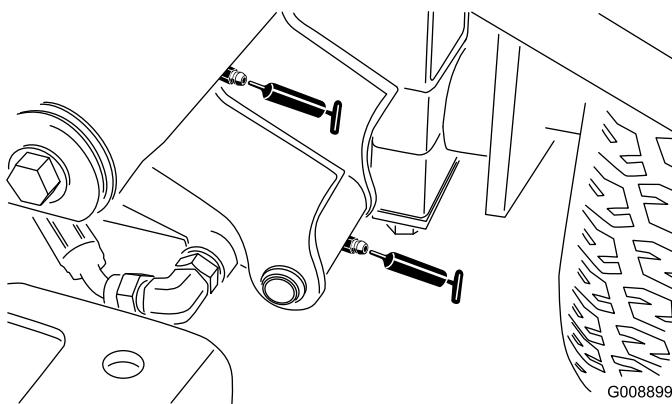

Figura 52
- Perno del braccio di sollevamento sinistro anteriore e cilindro di sollevamento (2) (Figura 52)